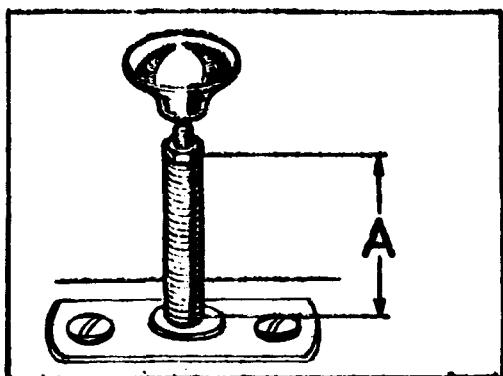

Fig. A3-9 Regulación del mando de acoplamiento de tracción total
- Con el mando en posición alta, se montará el casquillo, muelle y tuerca. Empujar el mando hacia abajo y actuar en la contratuerca del pomo para que la longitud, A (Fig. A3-9) del muelle comprimido, sea de 47 a 48 mm.